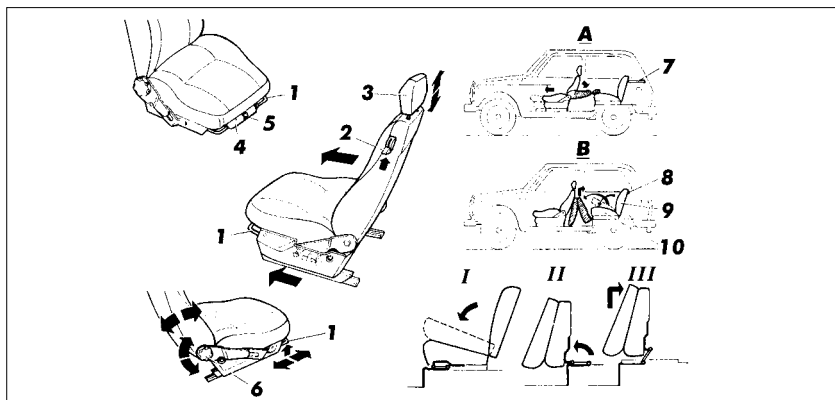

Рис. 8. Сиденья
Для регулировки передних сидений в продольном направлении потяните блокирующий рычаг 1 (рис. 8) вверх. После перемещения сиденья рычаг отпустите. Наклон спинки сиденья регулируется бесступенчато вращением рукоятки 6. На схеме «А» показана раскладка передних сидений для отдыха. Для установки детского модуля пассажирское сиденье необходимо установить в предпоследнее заднее положение.
- приподнимите сиденье вверх и сдвиньте его назад в положение III, как показано на рис. 8;